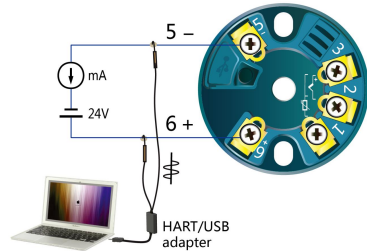

图 4 安全环境 HART 设置连接示意图
- 也可以使用 HART/USB 通讯转换适配器通过 USB 接口连接计算机。HART/USB 通讯转换适配器的勾型探头叠加在 MT182 的输出和电源环路上(5, 6 接线端子或引出线), 见图 4。HART 通信时, HART 信号与环路输出负载最小为 10Ω , 或者电流检测表内阻, 或 PLC 卡件取样电阻, 以及最大负载均可。